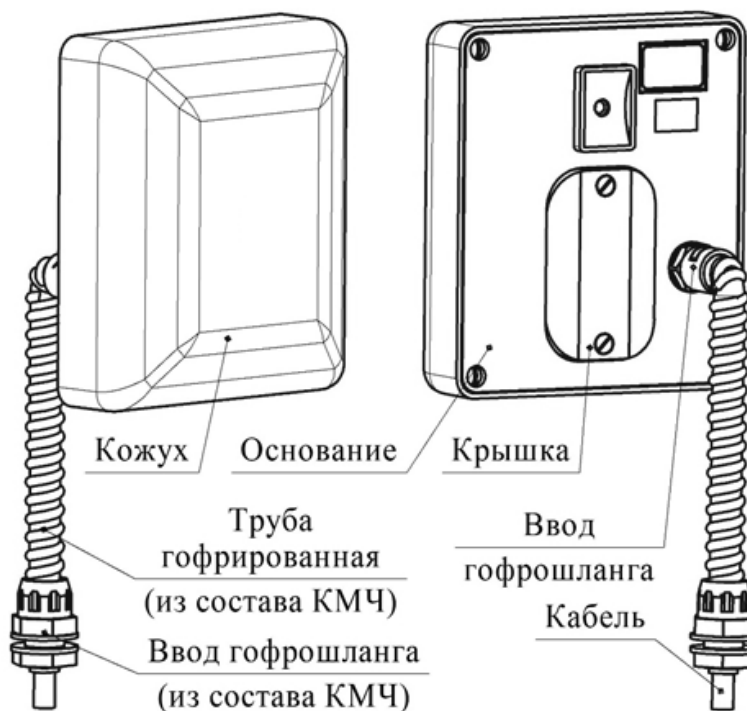

Рисунок 5 – Конструкция блоков ПРД и ПРМ извещателя М50
1.4.1.1 Блок ПРД (рисунок 5) состоит из пластикового основания, на котором установлены СВЧ-модуль и модулятор. Основание закрывается радиопрозрачным кожухом. В нижней части кожуха имеются два отверстия, предотвращающие образование конденсата внутри блока. Органы настройки закрыты крышкой. От несанкционированного вскрытия крышка защищена кнопкой. Подключение блока к коробке распределительной или блоку питания осуществляется с помощью трёхжильного кабеля, выведенного из блока через ввод гофрошланга.
1.4.1.2 Блок ПРМ (рисунок 5) состоит из пластикового основания, на котором установлены СВЧ-модуль и плата обработки с органами настройки. Основание закрывается радиопрозрачным кожухом. В нижней части кожуха имеются два отверстия, предотвращающие образование конденсата внутри блока. Органы настройки закрыты крышкой. От несанкционированного вскрытия крышка защищена кнопкой. Подключение блока к коробке распределительной или блоку